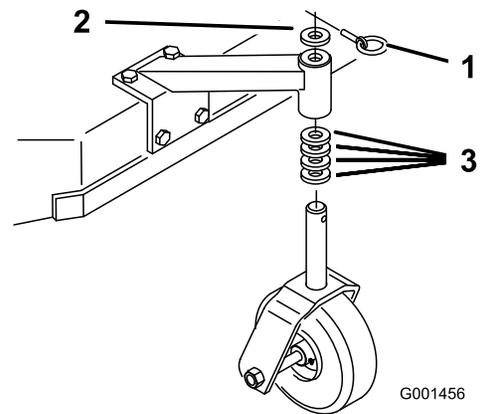

Figure 21
- En vous reportant au Tableau de hauteur de coupe, ajustez les entretoises des roues pivotantes en fonction du trou de réglage de l'essieu sélectionné (Figure 21).
- Retirez la goupille de verrouillage, sortez la roue pivotante de son support et changez les entretoises (Figure 21).
- Mettez la roue pivotante en place dans le support et insérez la goupille de verrouillage (Figure 21).